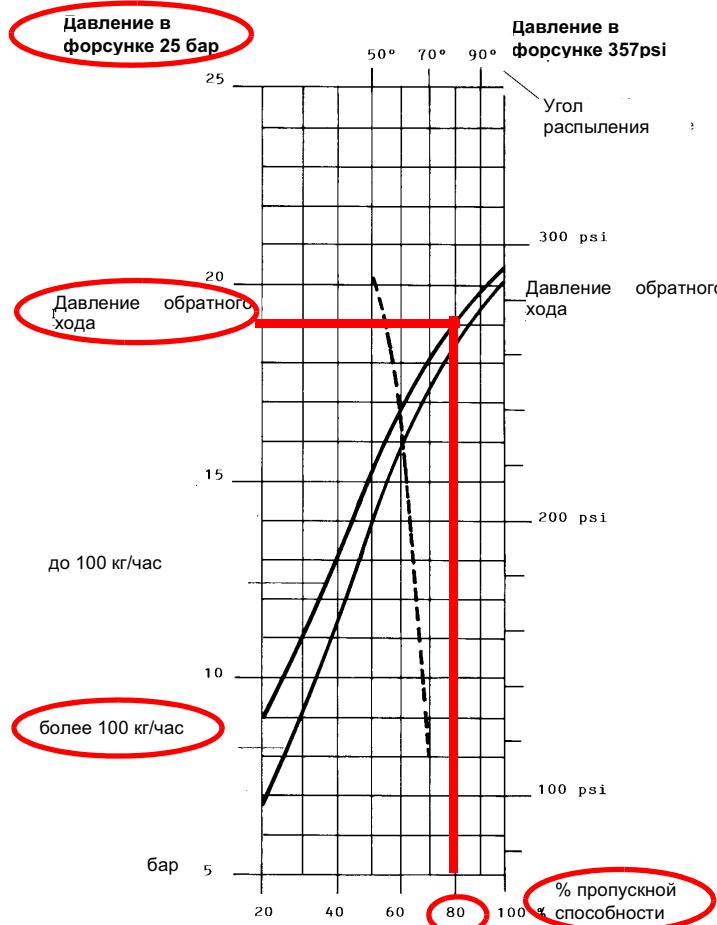
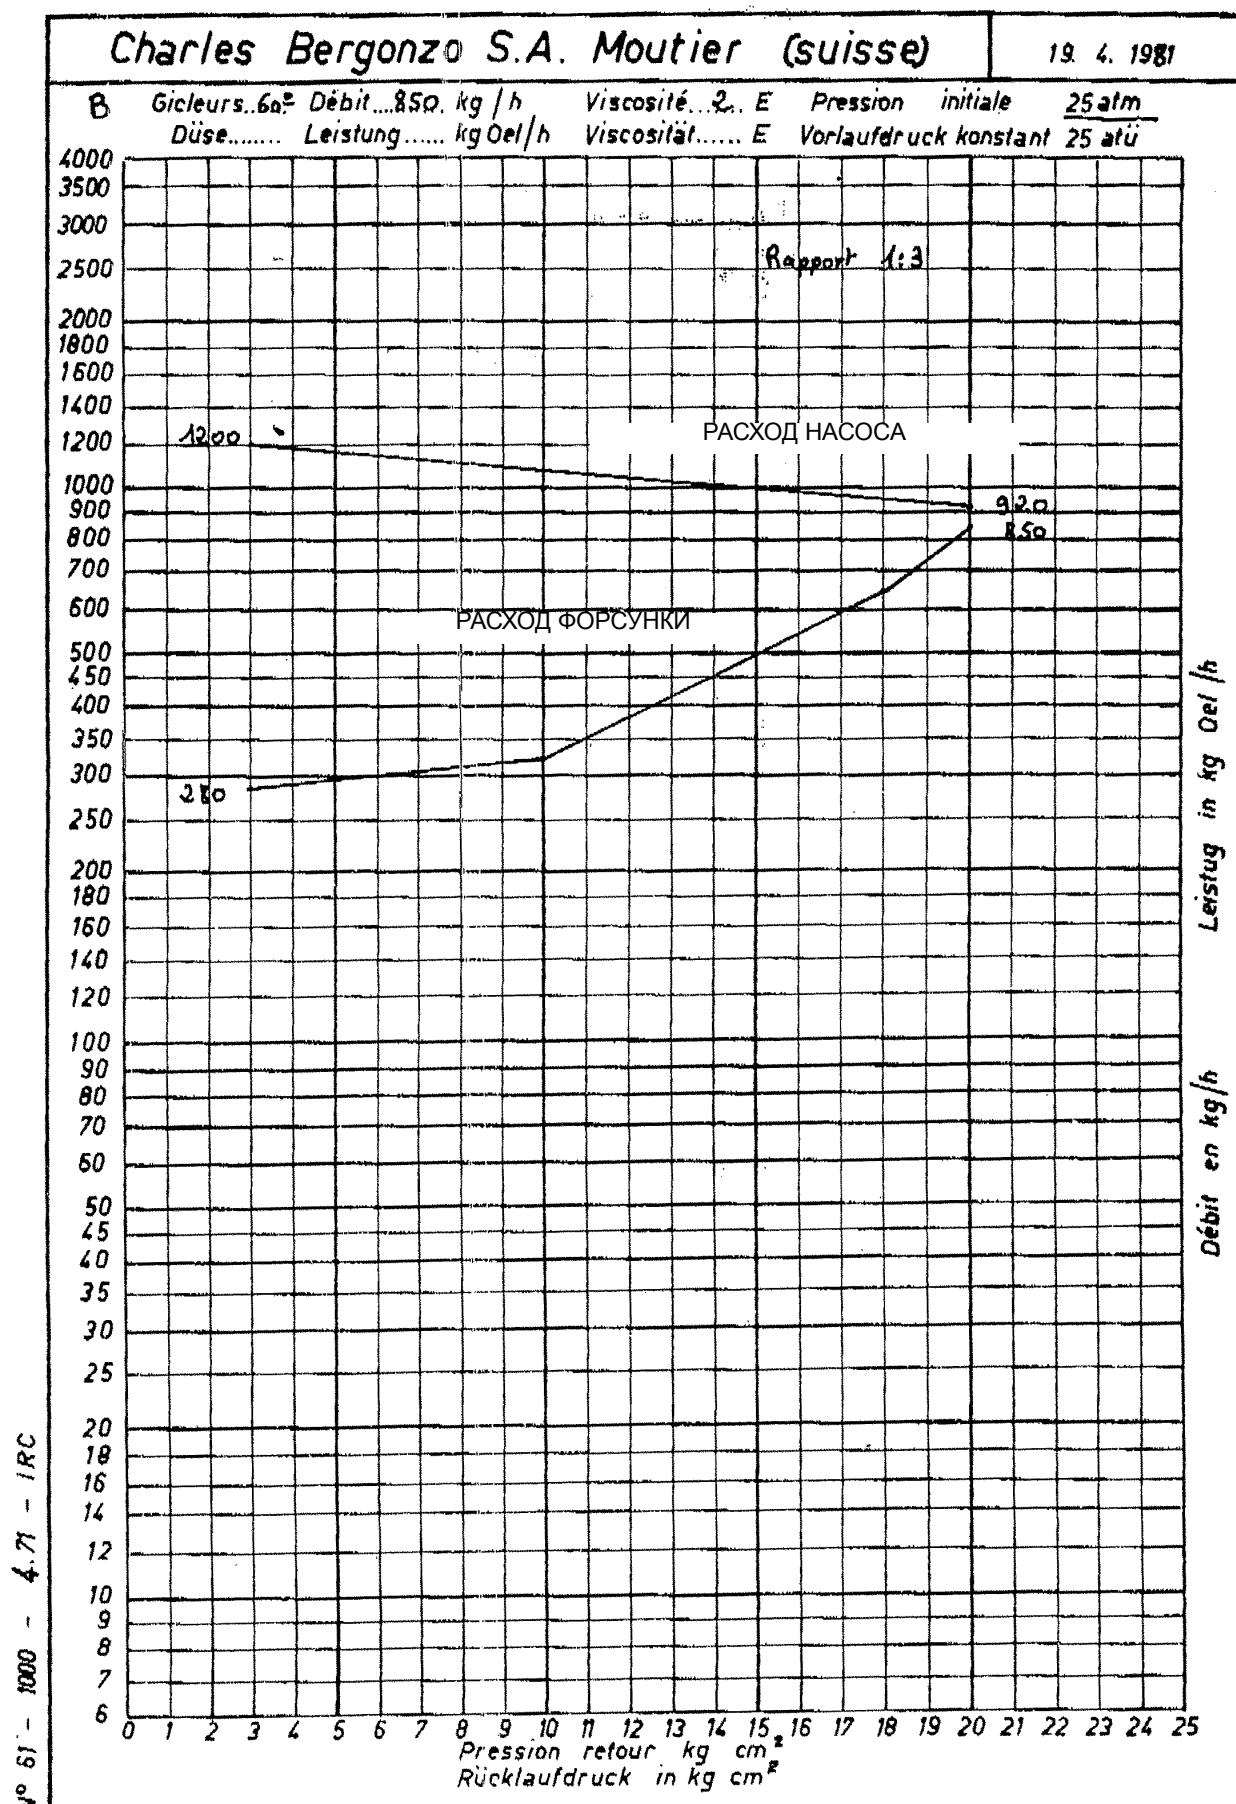

Рис. 26
Рис. 27 - ФОРСУНКА BERGONZO В - Пример с форсункой с расходом 850 кг/час
Расход дизельного топлива регулируется за счет выбора форсунки (противоводяного типа), соответствующего мощности котла и типу применения размера, а также регулировки давления на прямом и обратном ходе жидкого топлива, согласно данных, указанных в таблице и на графике на Рис. 26 (для считывания давления - читайте последующие параграфы).
Пример : 80% номинального расхода на форсунке можно получить, если установлены форсунки с расходом более 100 кг/час, при давлении на обратном ходе примерно равном 18 бар (см. график на Рис. 26).
и последующие описан на стр 20) до получения на форсунке давления в 25 бар (форсунки Fluidics или форсунки Vergonzo- см. графики на Рис. 26 -Рис. 27);
- 13 Сместить кулачок IV (малое пламя на мазутном топливе) в сторону минимальной мощности, с тем, чтобы сервопривод начал закрываться, до тех пор, пока два подшипничка не совместятся с регулировочным винтом, относящимся к самой низкой точке: закручивать винт **V2** для увеличения расхода, откручивать - для уменьшения, с целью получения значения давления, как на графике на Рис. 26-Рис. 27, на основании требуемого расхода.